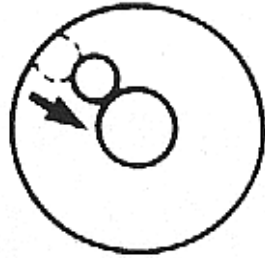

Рисунок 9
- Вращением подъемных винтов, на половину смещения к центру (рис.9)